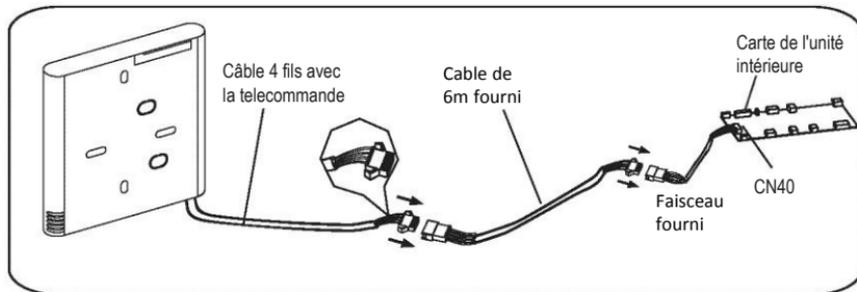

Fig. 3-3(A)
- Connectez le faisceau avec le connecteur **rouge** sur le connecteur CN40 **rouge** de la carte électronique de l'unité intérieure. (Fig. 3-3(A)) et l'autre côté est à brancher sur le câble de 6m
- Connectez l'autre côté du câble de 6m sur le câble sortant de la télécommande filaire. (Fig. 3-3(A))